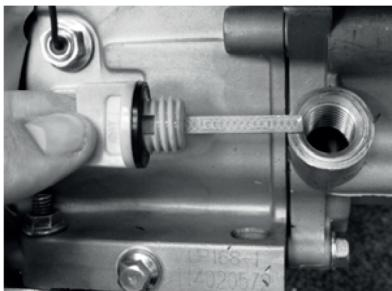

Рис. 8
2. Выкрутите пробку маслозаливной горловины (Рис. 8).
1. Выкрутите пробку маслозаливной горловины (Рис. 8).